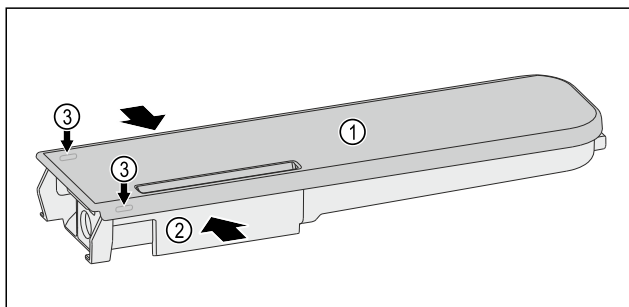

Fig. 119
- Ngjishni enën e ujit Fig. 119 (2) dhe ngrini e tërhiqni lart me kujdes kapakun Fig. 119 (1) nga gjuhëzat e kapjes Fig. 119 (3).
- Lëvizni lehtë kapakun Fig. 119 (1) përpara dhe mbrapa dhe hiqeni nga lart.